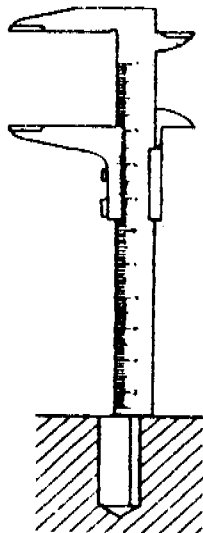
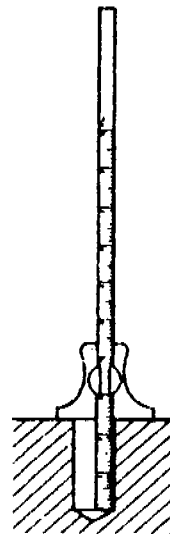

Figura 3
Figura 4
3. En caso de agujeros no pasantes, retire la broca, limpie el agujero y verifique su profundidad. Utilice la reglilla del calibre con nonio ( Figura 3 ) o un calibre de profundidad ( Figura 4 ).